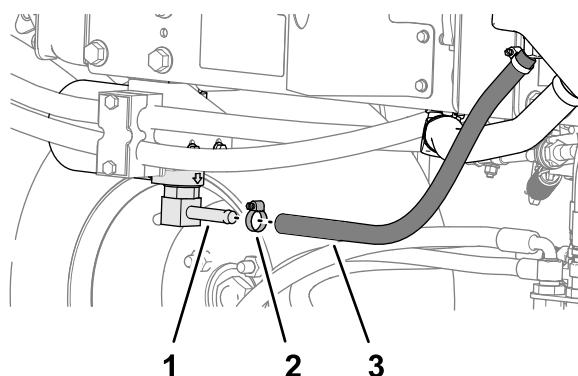
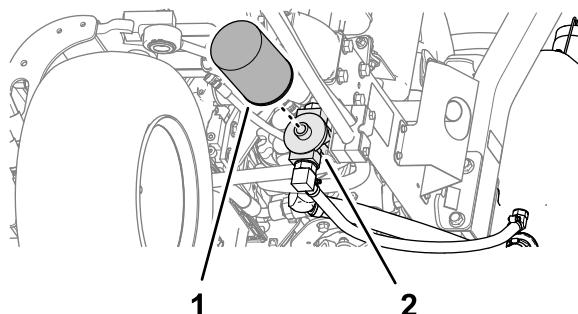

Figura 89
Figura 90
2. Scollegate il flessibile idraulico (Figura 89) o togliete il filtro idraulico (Figura 90) e lasciate defluire il fluido idraulico in una bacinella.